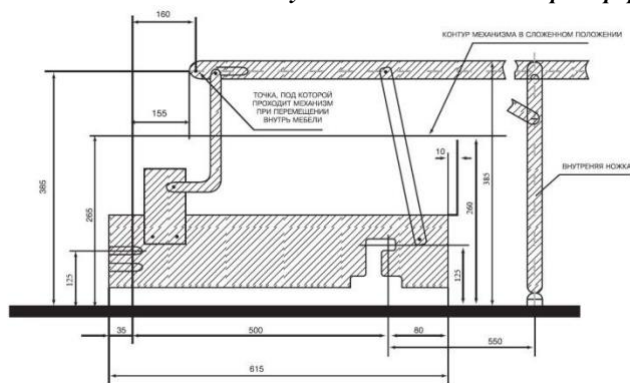

Рис. 1
3.1. Установка механизма трансформации в корпус мебели производится согласно рис. 1.